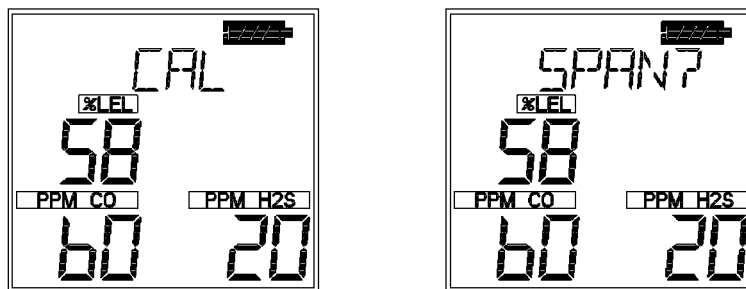

Figure 4-3. Indicateur CAL (étalonnage)
- Une fois que les zéros sont définis, **CAL SPAN?** clignote (FIGURE 4-3).